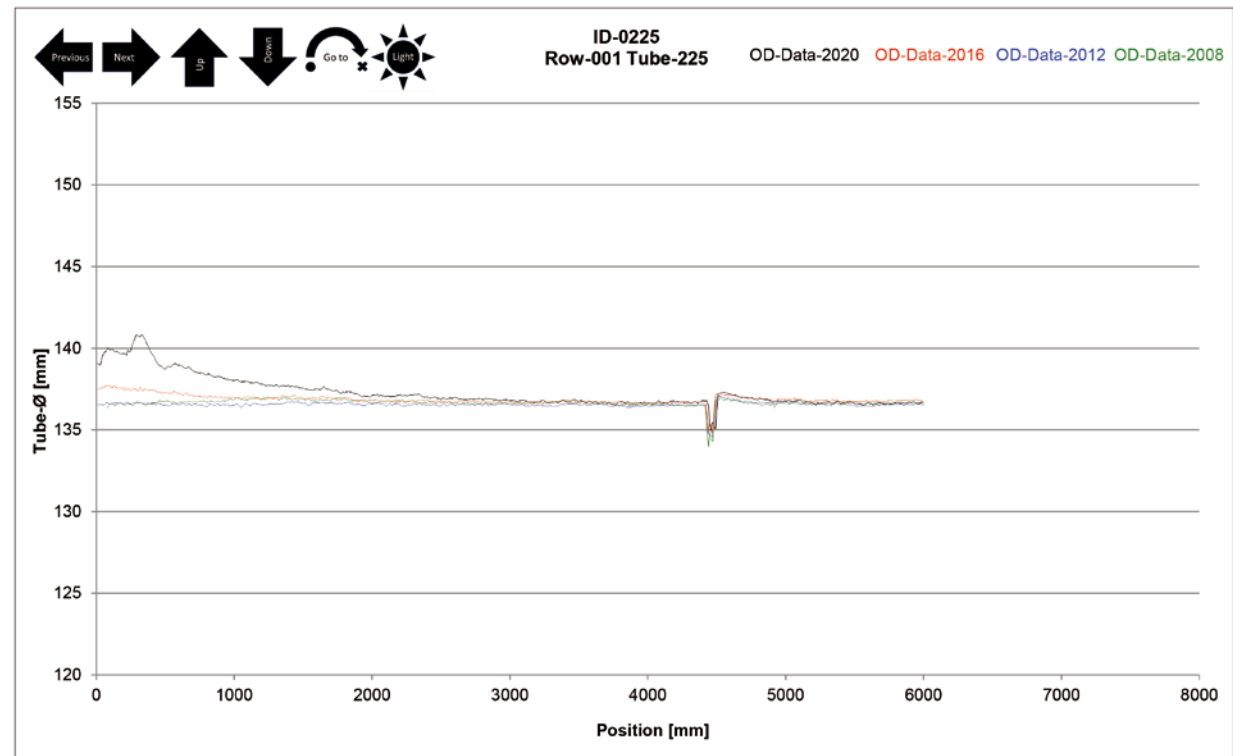

図2: 改質管の外径に関する4つの検査結果を重ね、経年変化を示したもの(基準検査は2008年、継続検査は2012年、2016年、2020年実施)。
図2は、管の外側から行った数年分の検査を重ね合わせたものです。このようなチャートの作成は、基準検査から始め、検査を繰り返すたびに結果を重ねていくのが理想的です。これにより、外径 (OD) 信号やEC信号の変化が目瞭然となり、簡単に評価することができます。この図では、管の底部を表すチャートの左側付近で、外径 (OD) の変化 (膨張) がはっきりと示されています。